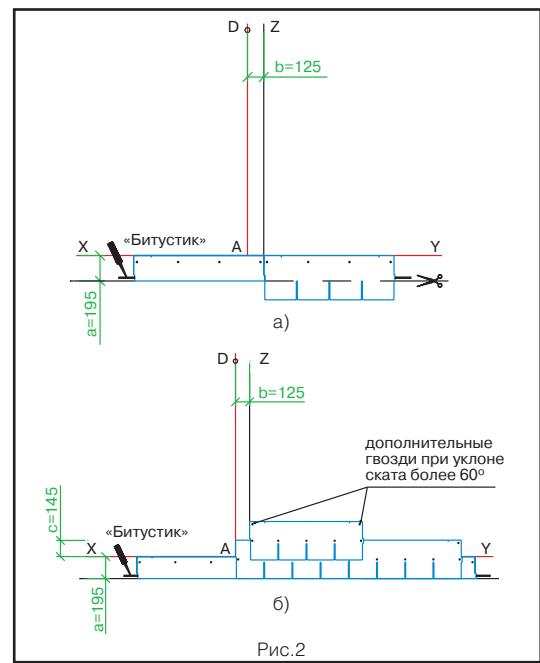

Рис.2
Укладка материала (рис. 2)
- далее первый ряд черепицы укладывается от линии AD (рис. 2б);
- второй ряд укладывается от линии Z (со смещением 12,5 см от AD) (рис. 2б);
Каждый лист черепицы СТАНДАРТ крепится 5 гвоздями (ось гвоздей на линии битумных kleевых полос) таким образом, чтобы гвоздь прошивал и верхний край низлежащего листа черепицы (рис. 2б).